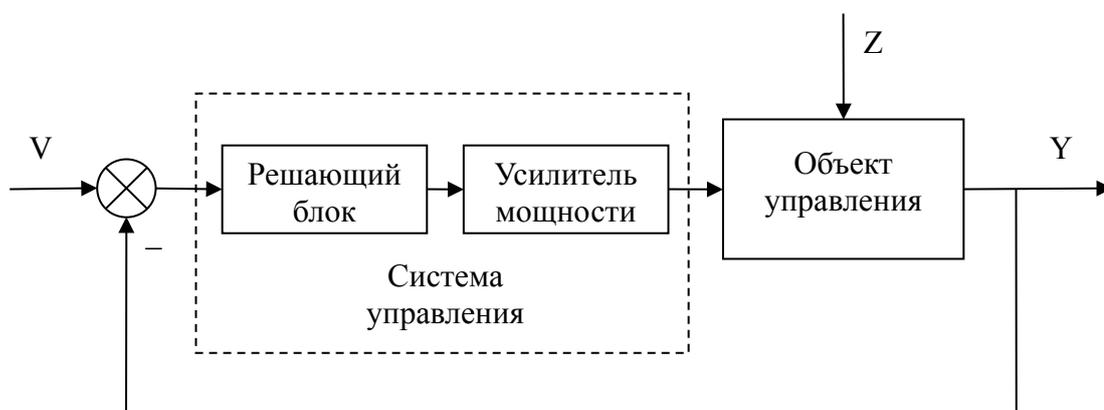

Рис. 1 – Обобщенная структура системы
Первые два уравнения в (1) описывают объект управления (рис. 1). Третье уравнение в (1) соответствует усилителю мощности. Четвертое уравнение описывает решающий блок. Пятое уравнение – уравнение замыкания (обратной связи) системы.
2. Определение передаточных функций отдельных структурных частей системы (рис. 1) и системы в целом.
8. Написать программу для численного решения задачи (1) и получить временные диаграммы для переменных x_1 , x_2 , x_3 , x_{PB} при тех же воздействиях. Можно использовать любой из методов интегрирования, изученных в курсе «Вычислительная математика» – метод прямоугольников, трапеций, Симпсона, Рунге-Кутты и др.